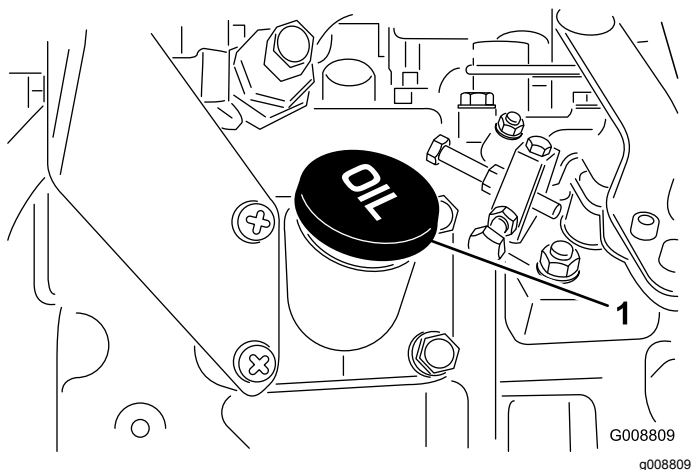

Figura 52
4. Si el nivel de aceite está por debajo del intervalo seguro, retire el tapón de llenado (Figura 52) y añada aceite hasta que el nivel llegue a la marca Full (lleno).